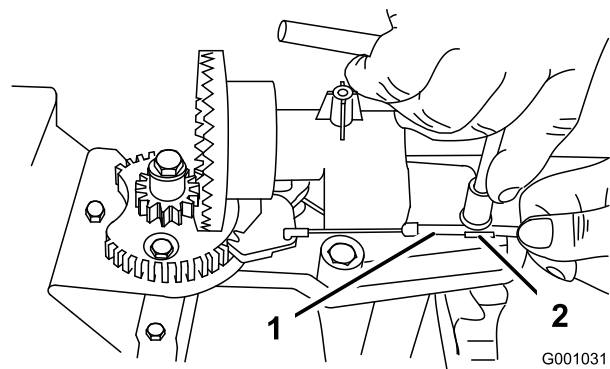
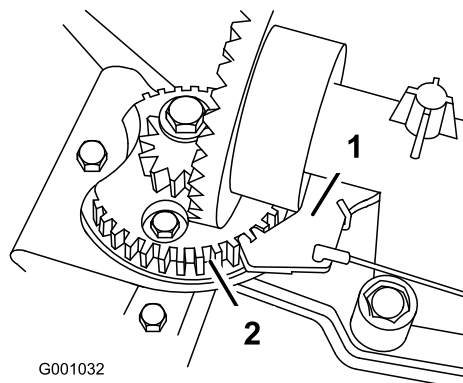

Figura 47
Figura 48
- Allentate il bullone sul serrafilò per cavi (Figura 47).
- Afferrate la guaina del cavo e spostatela verso la parte anteriore della macchina finché il fermo del camino di scarico non s'innesta completamente nei denti degli ingranaggi (Figura 47 e Figura 48).
Nota: Il fermo a molla si inserisce automaticamente tra i denti degli ingranaggi (Figura 48).